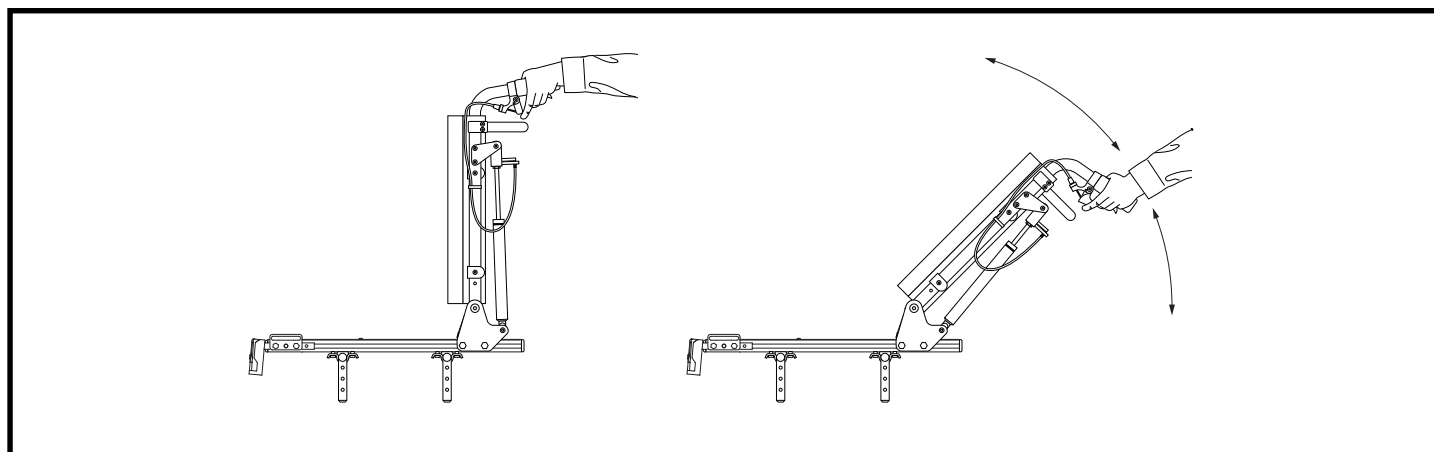

Figura 14. Regolazione angolo di reclino manuale
2. Spingere entrambe le leve rilascio reclino simultaneamente e posizionare lo schienale all'angolatura desiderata. Vedere figura 14.